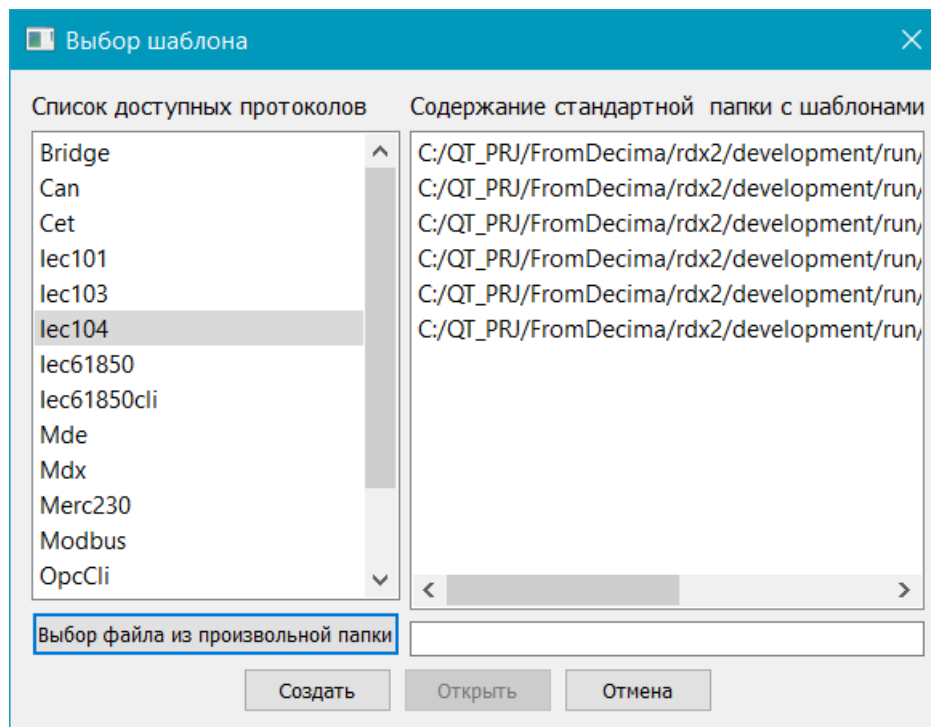

Рисунок 5.9 - Создание/загрузка шаблона
1. Выберите в основном меню команду «**Редактирование->Открыть/Создать шаблон устройства**» или нажать кнопку  на инструментальной панели. После этого появится окно (рисунок 5.9).